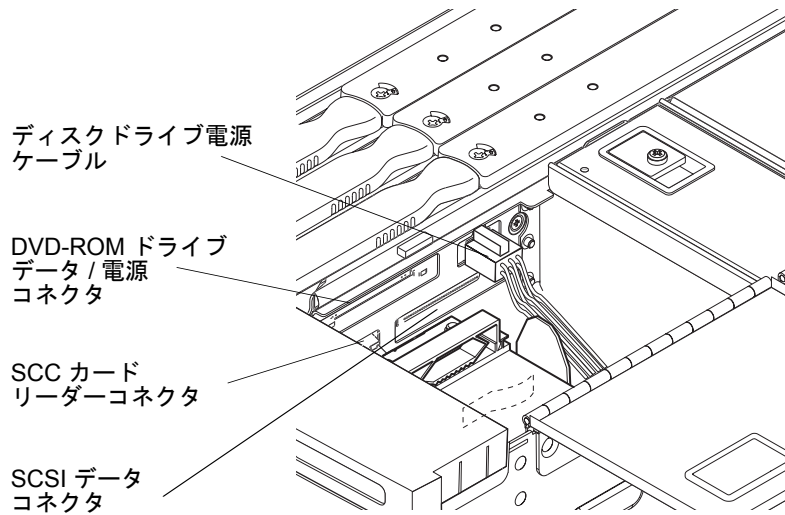

図 6-16 IB\_SSC アセンブリのケーブルおよびコネクタの位置
3. IB\_SSC ボードおよび DVD-ROM ドライブから DVD-ROM ドライブデータ/電源ケーブルを外します (図 6-16)。
6. DVD-ROM ドライブデータ/電源ケーブルを IB\_SSC ボードおよび DVD-ROM ドライブに再接続します (図 6-16)。